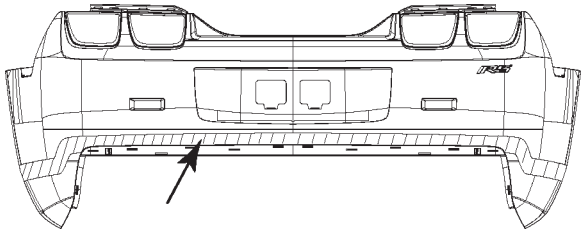

FIGURA 14
24. Limpie las áreas resaltadas del vehículo con los paños de alcohol que se proporcionan. Deje secar. Consulte la figura 14.